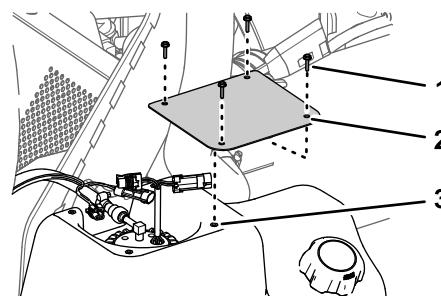

Figura 115
2. En el depósito de combustible, retire los 4 tornillos (N.º 10 x $\frac{3}{4}$ ") que sujetan la tapa a la parte superior del depósito de combustible, y retire la tapa (Figura 115).